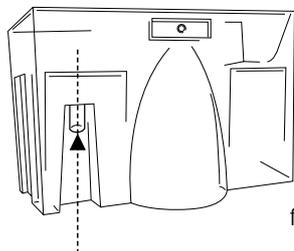

fig. 2
- 2) Furar o reservatório no interior do bico utilizando um berbequim com uma broca fina. Fig. 2.